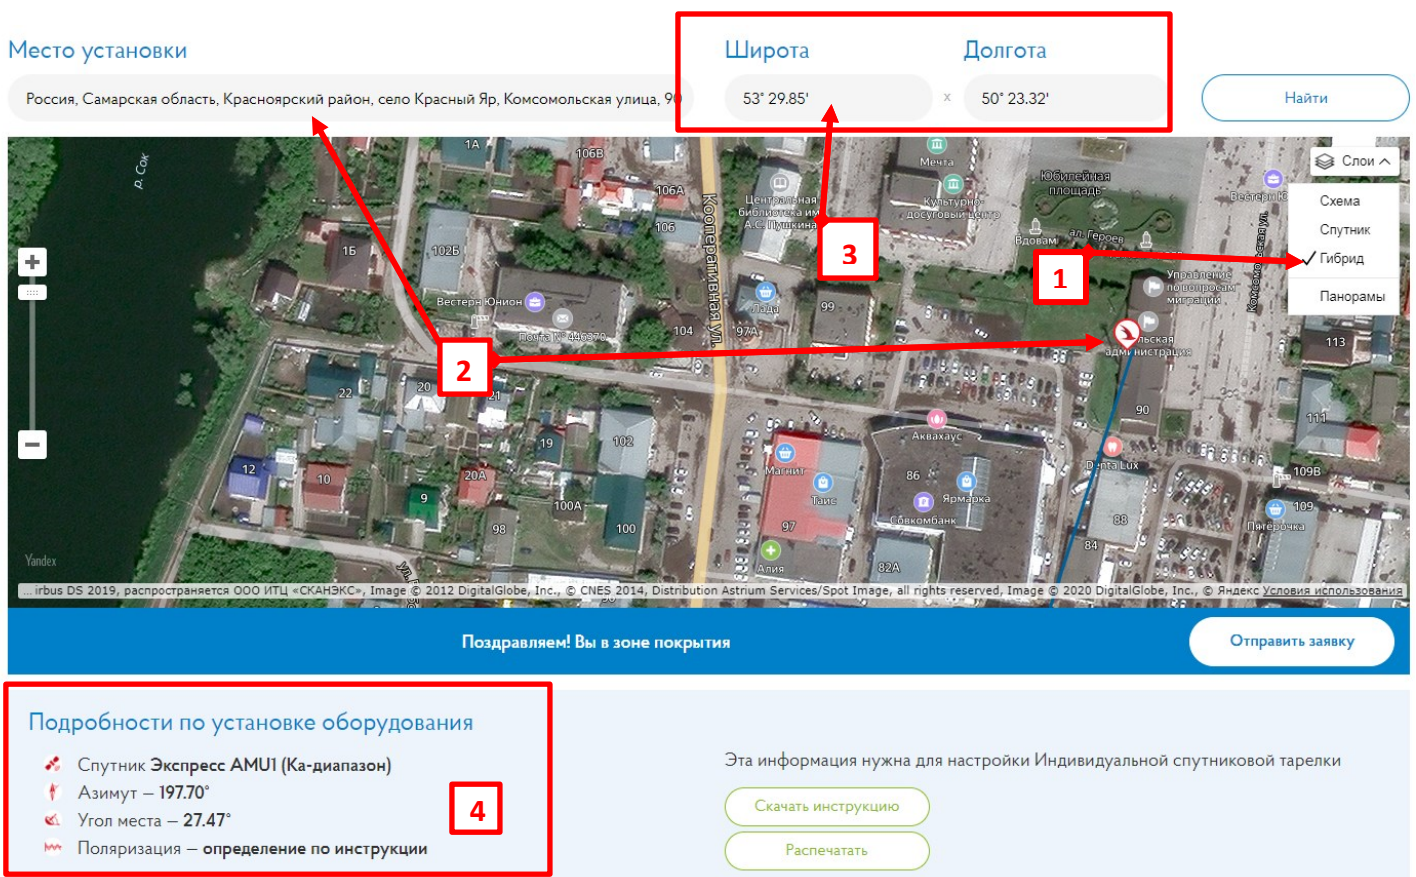

Рисунок 2. Определение координат при помощи WEB сервиса <http://стриж.рф/karta-pokrytiya>
- при помощи WEB сервиса <http://стриж.рф/karta-pokrytiya> (рисунок 2). Выберите в меню «Слои» тип «Гибрид». Найдите на карте свой или ближайший к Вам населенный пункт, далее передвигая точку по карте, укажите будущее место установки АЗССС. Сервис автоматически определит координаты для найденной точки.
Согласно зонам, представленным на рисунках 3 и 4, определите спутник. Если по представленным зонам однозначно определить спутник не удалось, воспользуйтесь ресурсом <http://стриж.пф/karta-pokrytiya>¹ (**рисунок 2 пункт 4**). Запишите название спутника в таблицу на титульном листе. Перейдите к пункту 3.3 «Определение параметров для наведения антенны».